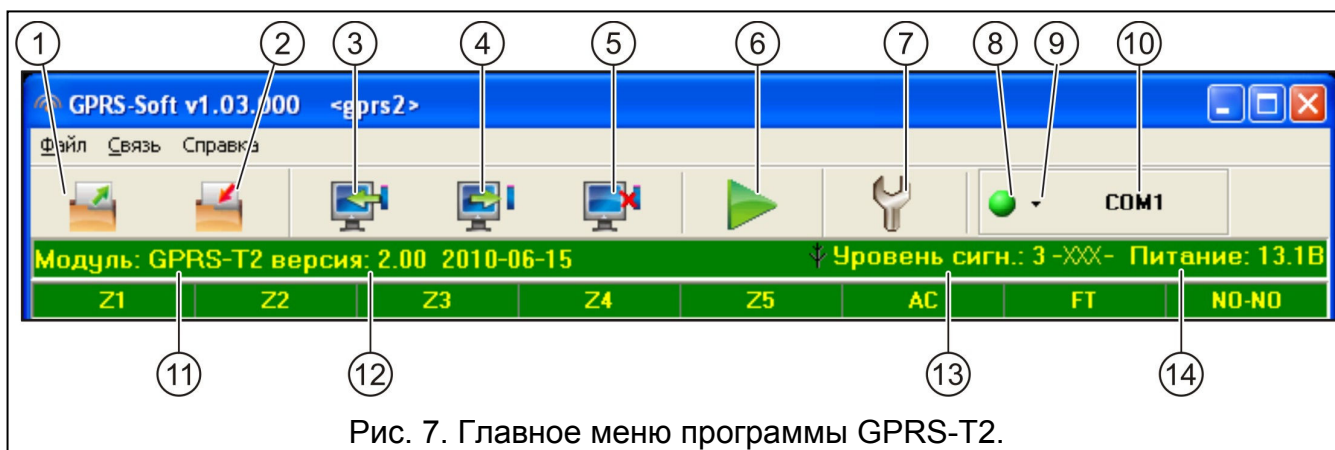

Рис. 7. Главное меню программы GPRS-T2.
COM-порт компьютера должен быть подключен к порту RS-232 (TTL) на плате электроники модуля. Кабели для подключения продаются в комплекте, артикул в прайс-листе DB9FC/RJ-KPL. В программе GPRS-Soft следует указать номер COM-порта компьютера, предназначенного для связи с модулем. С этой целью следует кликнуть указателем мыши по кнопке „Настройка” (см.: рис. 7 и пояснения к рисунку) и в окне, которое отобразится, выбрать один из доступных портов COM-компьютера. Программа соединяется с модулем после включения выбранного COM-порта.
2. Кликнуть указателем мыши по кнопке „Настройка” (см.: рис. 7, пояснения к рисунку). В открывшемся окне, впишите номер TCP-порта, выбранного для связи с модулем. Этот номер будет находиться в SMS-сообщении, отправленном на номер GSM-телефона модуля, с целью установления связи.
3. Кликните указателем мыши по кнопке  (см. рис. 7). В открывшемся меню выберите вкладку „TCP/IP”. Сервер будет активирован.